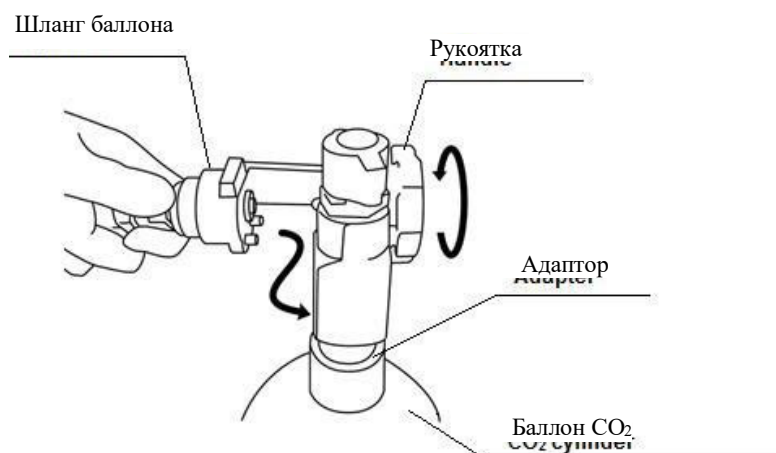

Рисунок 3.2
3. Установите шланг с предохранительным клапаном на баллон, наполненный CO₂, и надежно затяните его с усилием около 24,5 Н·м (2,5 кгс/м) по часовой стрелке (Рисунок 3.2).